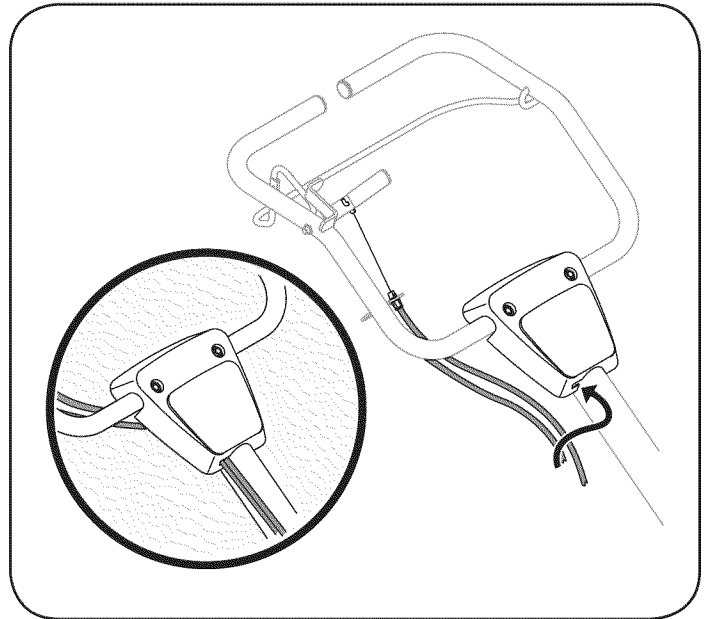

Figura 4
2. Calce los cables en las guías ubicadas en el panel del manillar como se ve en la Figura 4.
2. Deslice la rueda totalmente hacia adentro en el eje de la rueda. Reinstale el trinquete a través del eje de la rueda únicamente (no a través del cubo de la rueda). Vea la Figura 4. La rueda debe girar libremente (ruedas libres) sobre el eje de la rueda. Repita el procedimiento con la otra rueda.